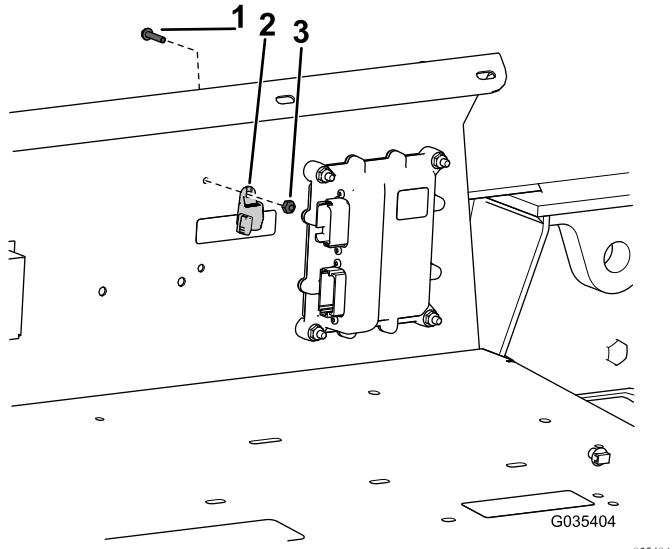

図 7
4. ワイヤハーネスから、ワイヤハーネスキャップ図7を外す。
5. ワイヤハーネスキャップボルトプラスチックをフェンダーガードにねじ#10とロックナットを使用して図7のように取り付ける。